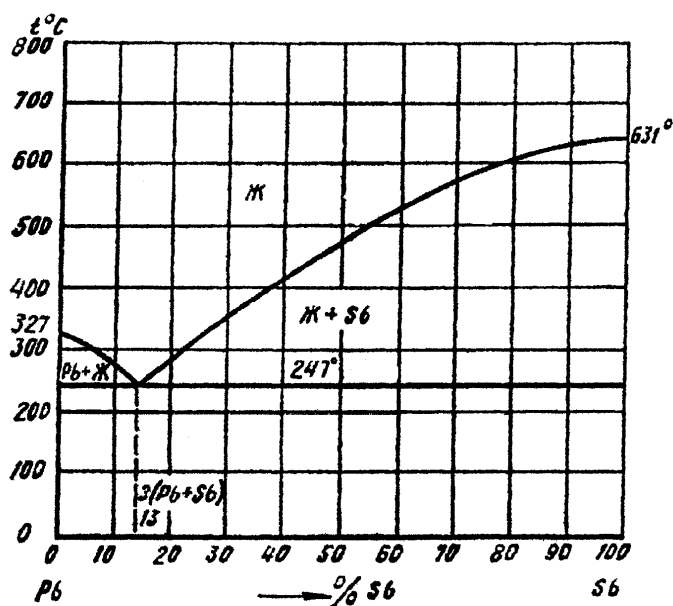

Рис. 2. Диаграмма состояния свинец – сурьма (Pb – Sb)
2. Вычертите диаграмму состояния системы свинец - сурьма. Опишите взаимодействие компонентов в жидком и твердом состояниях, укажите структурные составляющие во всех областях диаграммы состояния и объясните характер изменения свойств в данной системе с помощью правил Курнакова (рис. 2).